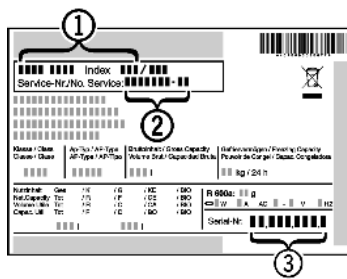

Fig. 18
▶ Gerätebezeichnung *Fig. 18 (1)*, Service-Nr. *Fig. 18 (2)* und Serial-Nr. *Fig. 18 (3)* vom Typenschild ablesen. Das Typenschild befindet sich an der linken Geräteinnenseite.
- ▶ Den Kundendienst benachrichtigen und den Fehler, Gerätebezeichnung *Fig. 18 (1)*, Service-Nr. *Fig. 18 (2)* und Serial-Nr. *Fig. 18 (3)* mitteilen.